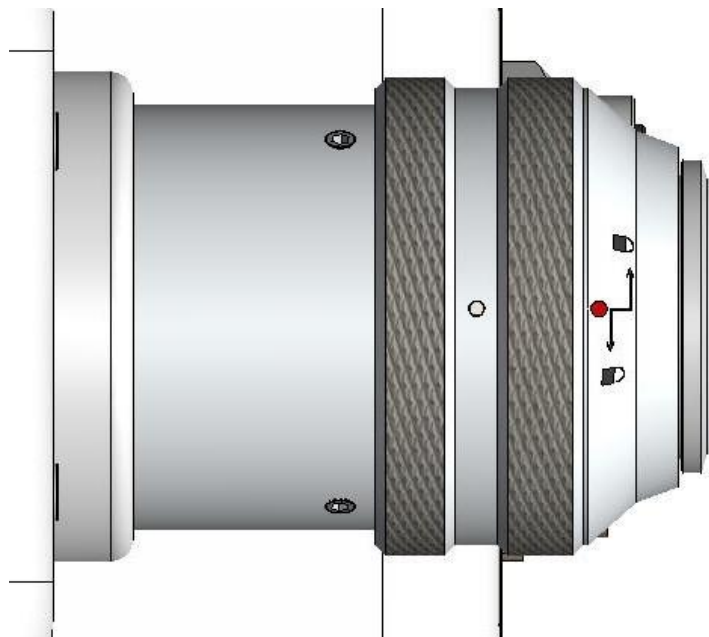

图2.3
- ③ 将QBH连接器拧至打开状态：逆时针方向旋至极限位置（可以感觉到“噎”的一声），注意转到位即可，不要大力拧动，否则可能会损坏QBH内部结构，如图2.3所示：